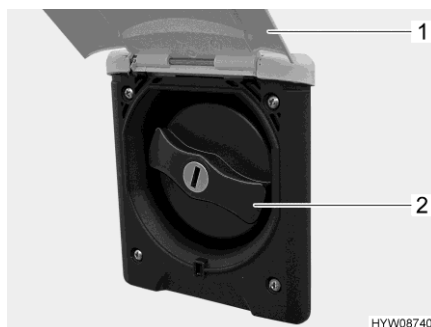

Fig. 127 Coperchio (bocchettone di riempimento dell'acqua potabile)
- Sollevare lo sportello esterno (Fig. 127,1).
- Ruotare il coperchio blu (Fig. 127,2) di un quarto di giro.